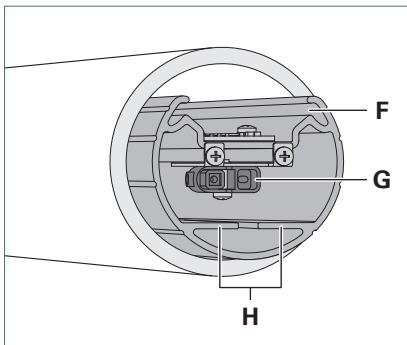

Fig. 5: Trägerprofil und Stecker.
- ▶ Ziehen Sie das Trägerprofil **F** etwas aus der Leuchte heraus, siehe Fig. 5.